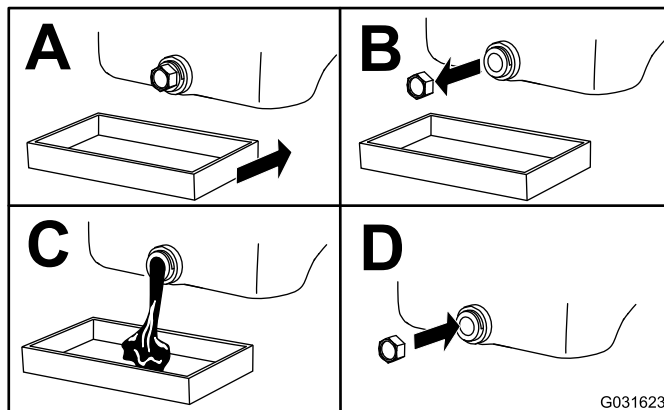

Figura 49
3. Mude o óleo do motor conforme indicado na Figura 49.